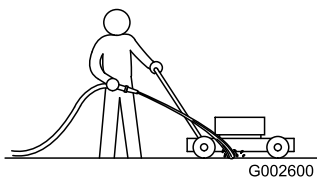

Figure 23
1. Mettez le moteur en marche lorsque la tondeuse se trouve sur une surface revêtue plane et dirigez un jet d'eau devant la roue arrière **droite** (Figure 23).